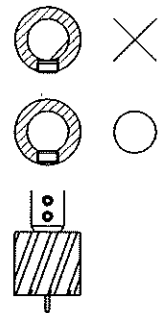

図 23
- 4) 6 角穴付止めネジを付属の 6 角棒スパナでしっかり締め付けてください。6 角穴付止めネジの締め付け状態が斜めになっていると、6 角穴付止めネジが「カジリ」取り外しが出来なくなりますのでご注意ください。(図 23)